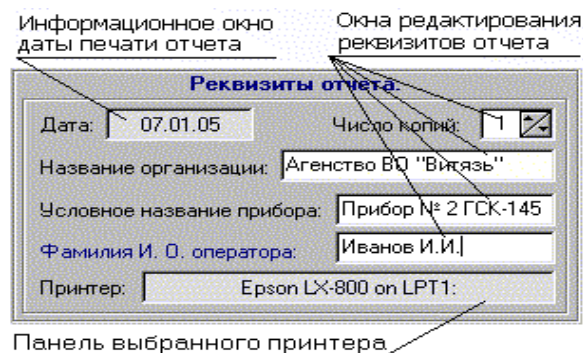

Рис. 3.9. Панель «Реквизиты»
2. Панель «Реквизиты» (рис.3.9) предназначена для ввода реквизитов отчета, выводимого на печать. Ввод значений в окна редактирования производится с помощью клавиатуры. Отраженная в информационной панели «Дата», вычисляется автоматически ПЭВМ. На этой же панели расположено информационное окно «Принтер», в котором отображается название выбранного принтера (выбор принтера производится в окне диалога предварительного просмотра и настройки печати). Количество копий отчета определяется значением в редактируемом окне с кнопками с названием «Число копий».